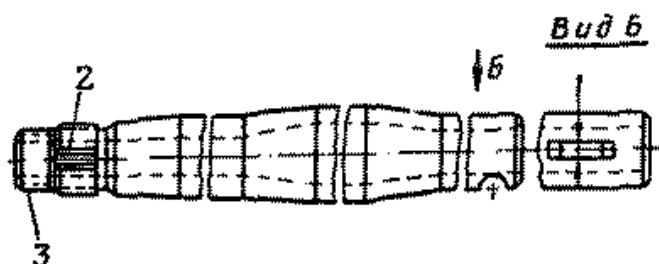

Рис. 206. Вал рулевого управления (верхняя часть)
1. Вал рулевого управления (верхняя часть) (рис. 206)